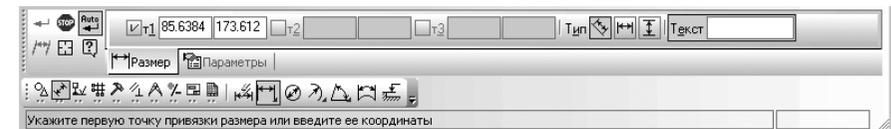

Рис. 4.47. Панель свойств: Линейный размер, Компактная панель и Строка состояния
- щелкните в панели инструментов по кнопке – **Линейный размер**. Появится соответствующая **Панель свойств: Линейный размер** (рис. 4.47).